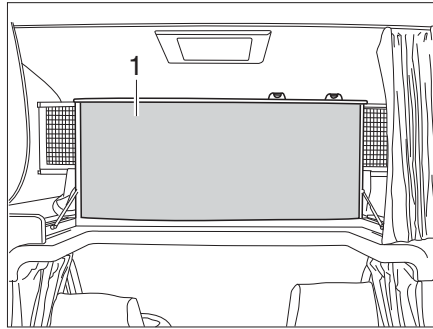

Fig. 140 Cama de alcoba, plegada hacia arriba
- Plegar hacia arriba la cama de alcoba (Fig. 140,1) delante. La cama de alcoba se mantiene en la posición superior mediante resortes por presión de gas.